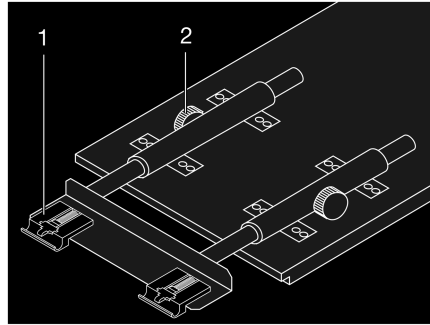

Fig. 70 Agrandir la table suspendue
- Desserrer les vis moletées (Fig. 70,2).
- Soulever légèrement le plateau de table à l'avant et l'extraire jusqu'à la butée. La rallonge de table (Fig. 70,1) est complètement sortie.
- Soulever légèrement le plateau de table à l'avant et le repousser jusqu'à la butée. La rallonge de table (Fig. 70,1) est complètement rentrée.